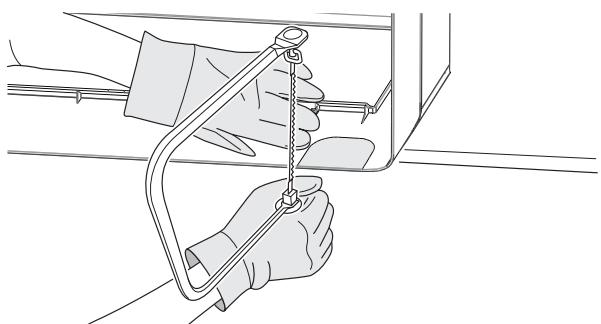

Fig. 7
- Si le trou mural se trouve derrière l'unité, il faut laisser le panneau prédécoupé en place. Si le trou mural se trouve sur le côté de l'unité interne, il faut retirer le panneau en plastique prédécoupé du côté de l'unité à l'aide d'une scie à découper (voir "Fig. 7").